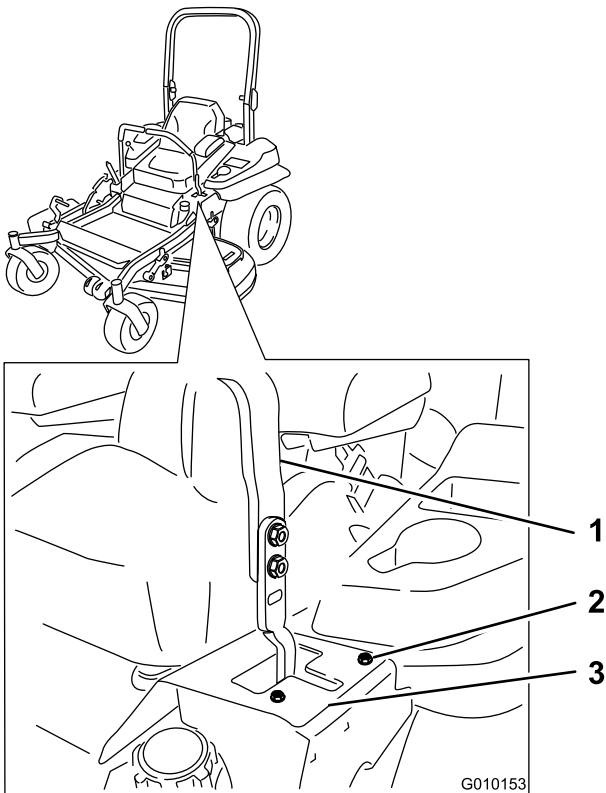

Figura 78
- Si se desvía hacia la derecha, afloje los pernos y ajuste la chapa del tope izquierdo hacia atrás en la ranura en T de la izquierda hasta que la máquina avance en línea recta (Figura 78).
- Si se desvía hacia la izquierda, afloje los pernos y ajuste la chapa del tope derecho hacia atrás en la ranura en T de la derecha hasta que la máquina avance en línea recta (Figura 78).
6. Apriete la chapa del tope (Figura 78).